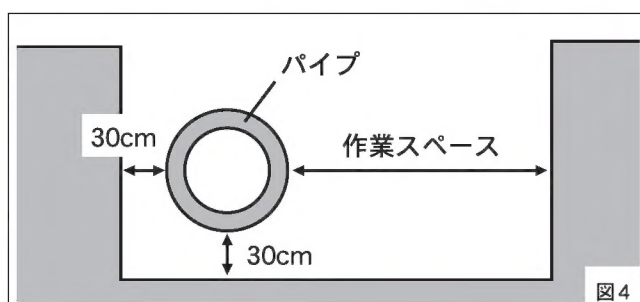

図 4
### 管の準備・ガイドリングの取付け (図 4～5)
- ①溝切加工を行う管を掘り出し、図 4 のように土などを取り除いて管の周囲に30cm以上のスペースと、片側に人が入って作業できるスペースを確保してください。